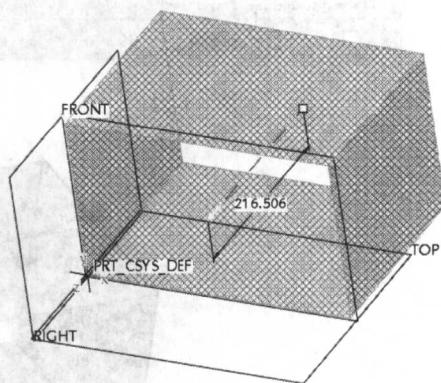

图 1-19
- (15) 改变了模型生成方向后的模型如图 1-19 所示。